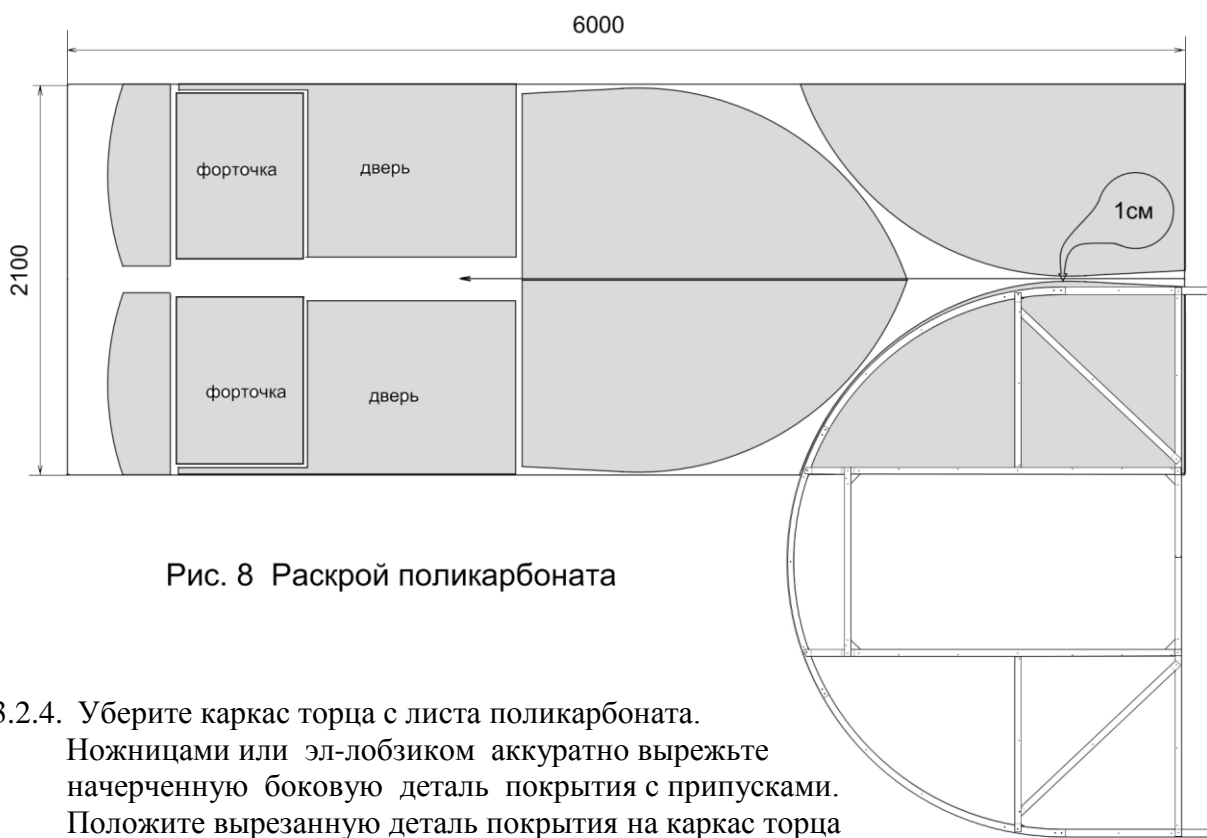

Рис. 8 Раскрой поликарбоната
- 3.2.1. Положите лист поликарбоната размером 2,1х6м на ровный участок. На листе поликарбоната прочертите посередине, вдоль листа, маркером линию на длину примерно 3,60 м. (рис. 8).
- 3.2.5. Возьмите вырезанную деталь покрытия и, используя как шаблон (с учетом изменений) маркером начертите оставшиеся три заготовки покрытия торцов на листе поликарбоната (рис. 8). Аккуратно вырежьте оставшиеся три боковые детали покрытия торца.